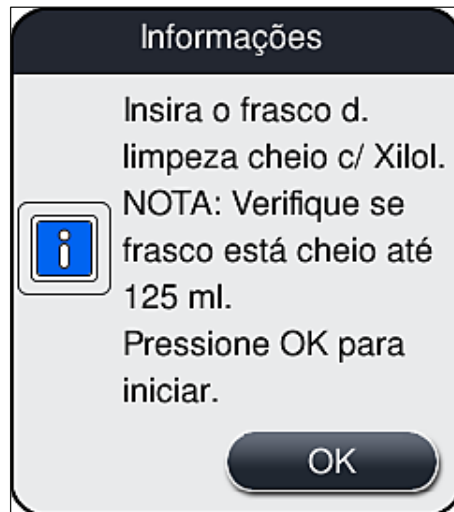

Fig. 102
10. Confirme a mensagem de informações (→ Fig. 102) com **OK**.